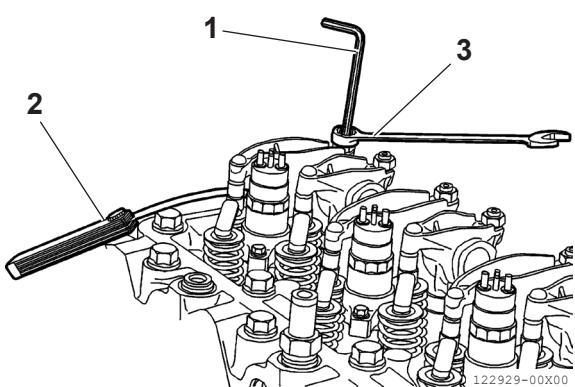

Figure 24
- Le réglage du jeu entre les culbuteurs et les tiges de commande des soupapes d'échappement et d'admission doit être effectué strictement à l'aide d'une clé Allen (Figure 24, (1)), d'un jeu de cales (Figure 24, (2)) et d'une clé à œil (Figure 24, (3)).